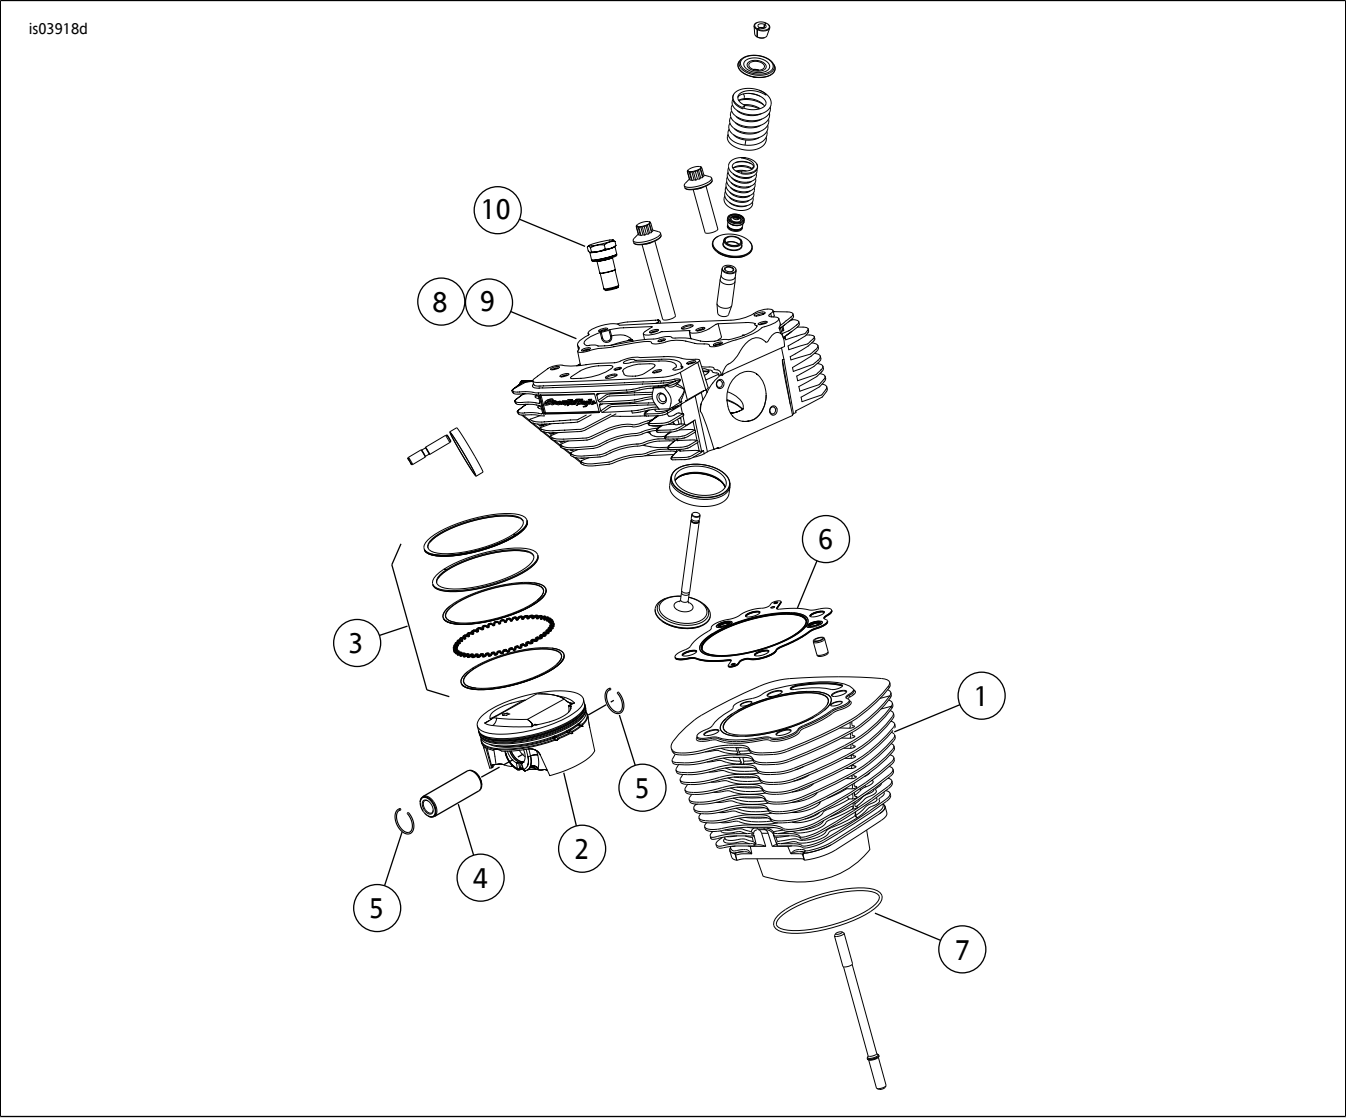
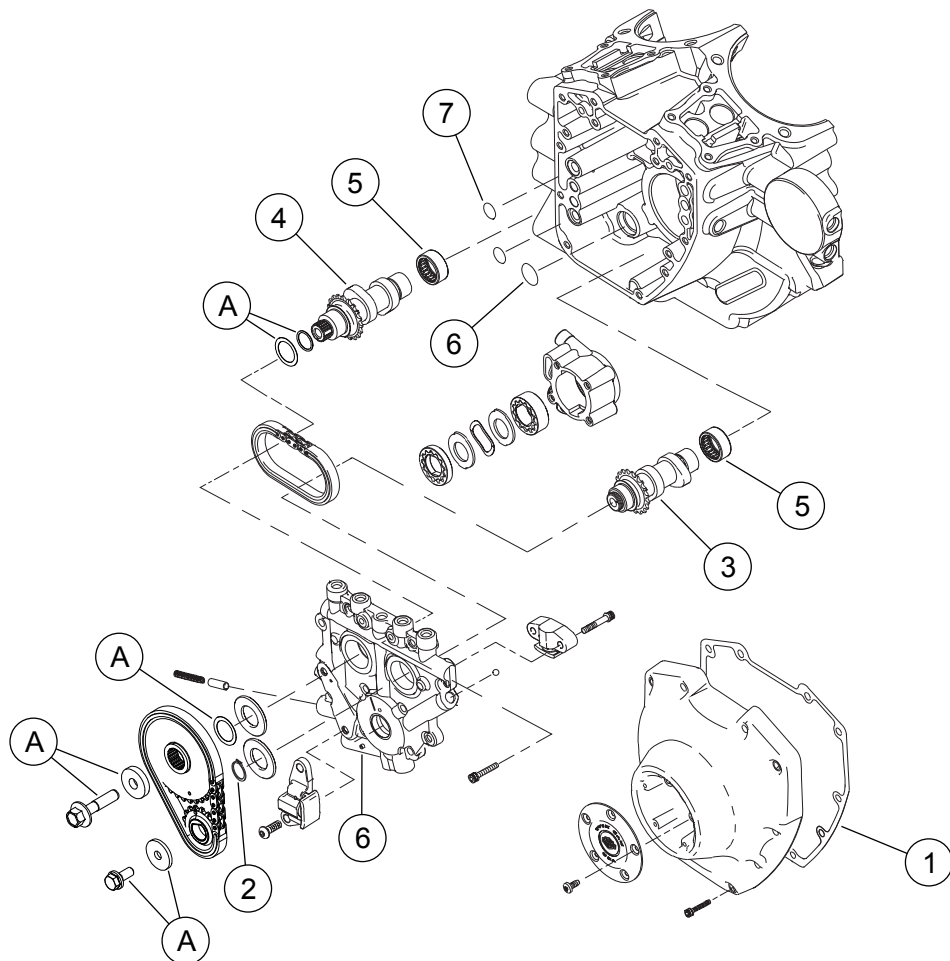

图1。维修零件：Screamin' EagleProTC1690立方厘米（103立方英寸）第4阶段排放套件
图3。维修零件：Screamin' Eagle Pro TC 1690立方厘米(103立方英寸)第4阶段排放套件
参见图1至图3以及表1至表3。
1. 参见图3。检查凸轮轴滚针轴承 (5) 并在必要时更换。
2. 参见图1至图3。使用套件中的零件，将凸轮组装至凸轮盘、高性能汽缸头和发动机顶端部件。参阅维修手册中相应的“发动机”章节。